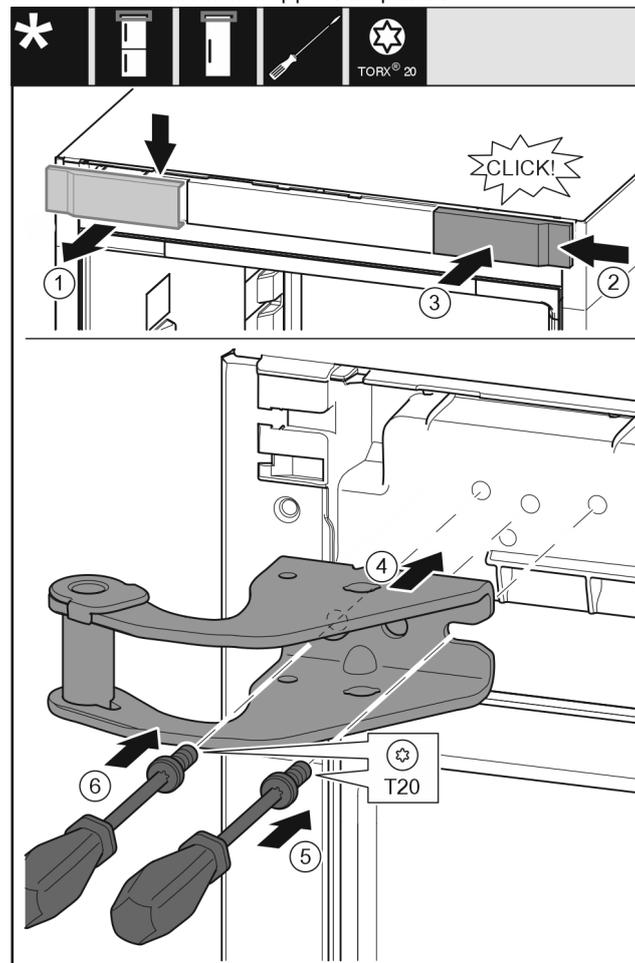

Fig. 9
- ▶ Retirer le cache du haut vers l'avant. Fig. 9 (1)
- ▶ Accrocher le cache tourné de 180° de l'autre côté de droite. Fig. 9 (2)
- ▶ Encliqueter le cache. Fig. 9 (3)
- ▶ Mettre en place le support de palier supérieur. Fig. 9 (4)
- ▶ Mettre en place la vis avec un tournevis T20 et la serrer. Fig. 9 (5)
- ▶ Mettre en place la vis avec un tournevis T20 et la serrer. *Fig. 9 (6)*